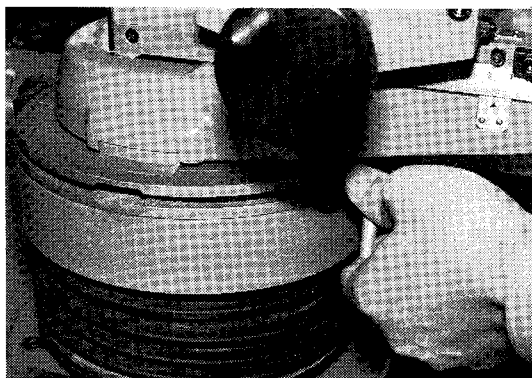

図1-9 旋回台を所定の角度に調整し、固定する
(1) 片刃バイトの主切れ刃のアプローチ角が 0° となるように、研削盤の旋回角度を旋回台目盛にて正確に調整し、固定する(図1-9)。